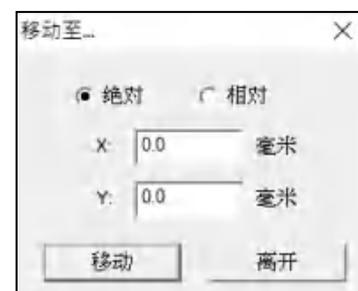

图 1.7.31
- 按右上方的「移动至...」按钮，会出现对话框，如图 1.7.31 所示，直接输入 X 及 Y 的坐标值，并按「移动」按钮，则 XY 轴将位移到该位置。移动的速度百分比可由「速度」来调整。